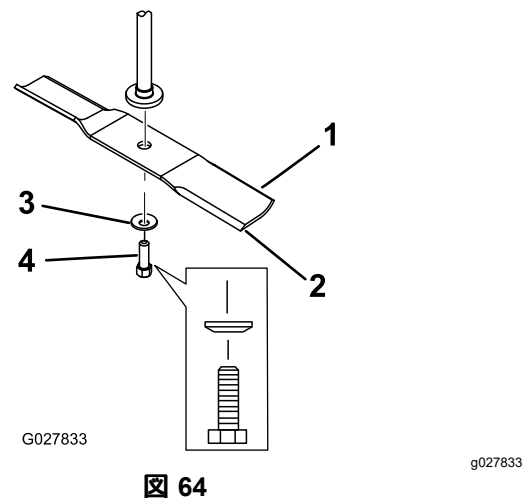

図 64
2. スピンドルのシャフトからブレードボルト、湾曲ワッシャ、ブレードを取り外す **図 64**。
1. スピンドルシャフトにブレードを取り付ける (**図 64**)。
- 湾曲ワッシャ、ブレードボルトを、スピンドルシャフトに取り付ける 図 64。